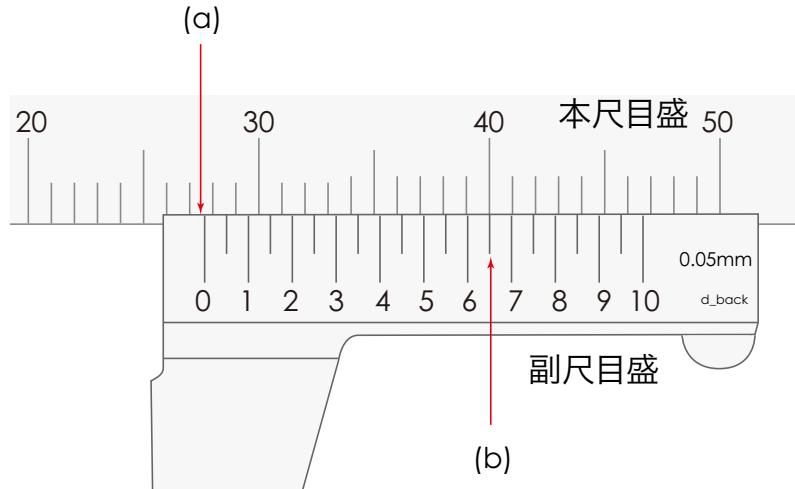

図 4: ノギスの目盛の読み方。バーニアのゼロが本尺目盛のどこにあるか 本尺と副尺の目盛りが一致するのがどこか , という流れで測定値を得ます。
ノギスは 4 種類の測定法がある事は前節で説明しましたが , いずれの場合でも目盛りの読み方は一緒です。どこを読めばいいか , 端的に言うとノギスが図 4 のような場合 , (a) の位置が測定寸法を示しています。つまり , 読むべき目盛りは本尺で , 本尺のどこを読めばいいかを教えてくれるのが副尺の $\frac{ゼロ}{0}$ の位置です。また , 本尺の最小目盛り以下を正確に読むために副尺の目盛りを活用します。具体的には以下に記した手順で目盛りを読み取ります。
- 図 4 の場合は , 27mm–28mm の間にあることが分かるので , 27. $\frac{ゼロ}{0}$ mm であることまで分かれます。
- 図 4 の場合は , 0.65 で一致しています。(このノギスの副尺 1 目盛りは 0.05mm なので , 6.5 と読むのは誤りで , 0.65 が正しい読み方です。)
- 図 4 の場合は , 本尺 27mm で , 副尺は 0.65mm なので合計 27.65mm となります。